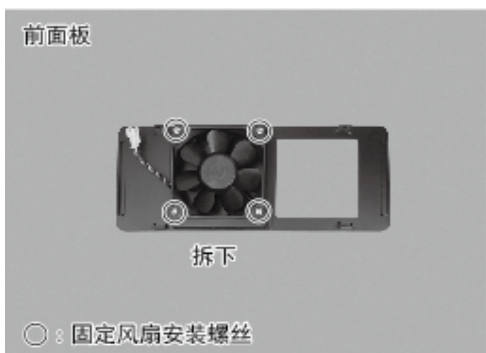

图41
- (6) 从控制器的机箱（前面板）拆下风扇安装螺丝（4个）（图41）。